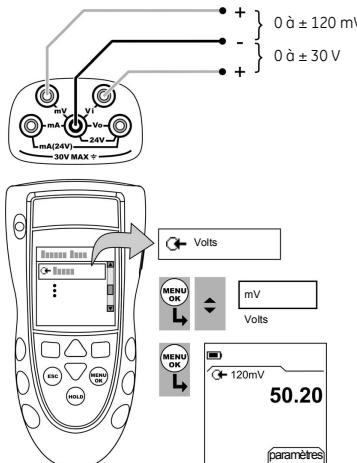

Figure 1 : Exemple de configuration - Mesure de tension en mV ou en volts
1. Connecter l'instrument (Figure 1) et, si nécessaire, régler la Configuration (Tableau 1).